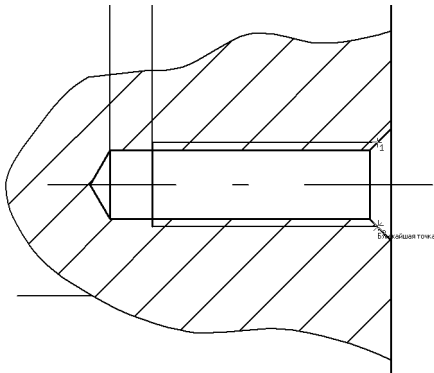

Рис. 51.113. Указание точек привязки размера
1. На виде слева при простановке размера резьбового отверстия *M6* максимально увеличьте участок чертежа вокруг отверстия. Это необходимо для правильного выбора точек привязки размера (рис. 51.113).